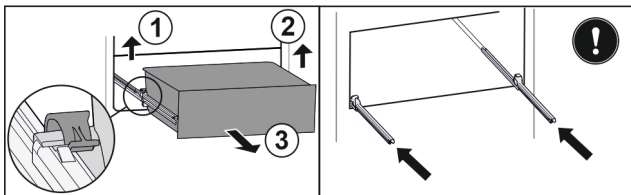

Fig. 46
- Sollevare il morsetto sinistro e allo stesso tempo tirare in avanti il cassetto sinistro. Fig. 46 (1)
- Sollevare il morsetto destro e allo stesso tempo tirare in avanti il cassetto destro. Fig. 46 (2)
- Rimuovere il cassetto tirandolo in avanti. Fig. 46 (3)